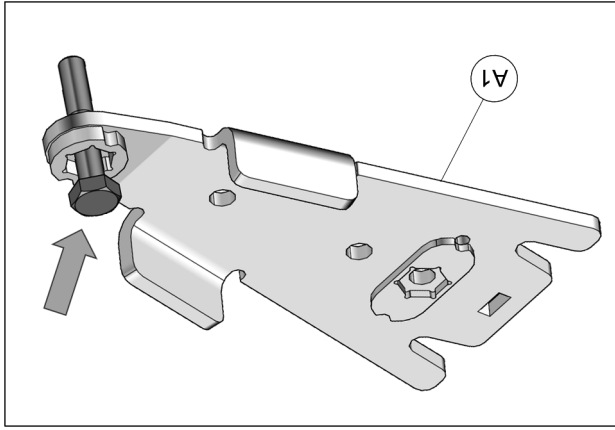

Fig. 15
4. Insérer un boulon à l'extrémité de chacun des ancrages de suspension avant (A1). Fig. 15